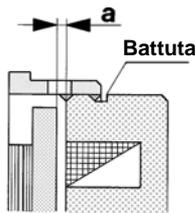

Fig. 2
Il freno è fornito con traferro „a”, tra àncora (5) e magnete (2), regolato al valore nominale, fig. 2 e tabella 1. Detto traferro aumenta in seguito all'usura del rotore (35). Lo si può riportare al suo valore nominale girando il carter graduato (31). La regolazione del traferro dovrà essere effettuata al più tardi quando la funzione del freno è pregiudicata dall'usura delle guarnizioni (8). Per il valore massimo del traferro fino a nuova regolazione, vedere tabella 1.
1. Levare uno dei tappi dal carter graduato (31). In posizione frenata misurare il traferro con uno spessore. Il valore di traferro da correggere sarà la differenza tra il traferro misurato e il valore di traferro nominale „a”, da tabella 1.
2. Allentare le viti di fissaggio (13).
3. Liberare il bloccaggio carter (59) allentando la vite di bloccaggio (59).
4. Girare il carter graduato (31) nel senso anti-orario (guardando il freno dal retro). Un tratto della scala del carter graduato (31) corrisponde ad una correzione del traferro di 0,05 mm per le grandezze 3 – 6, e di 0,1 mm per le grandezze 7 – 11.
5. Avvitare le viti di fissaggio (13) tenendo conto dei valori di coppia di serraggio della tabella 1.
6. Rimettere il bloccaggio carter (58) in due tratti graduati del carter e fissarlo con la vite di bloccaggio (59).
Una battuta alla fine del filetto sul magnete (2), fig.2, limita la corsa di regolazione del carter graduato (31). Se la regolazione non è più possibile, bisognerà sostituire il rotore (35).